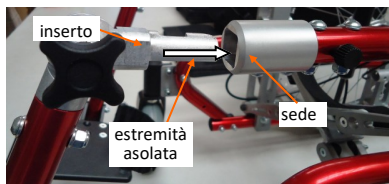

fig.3.1: inserimento tubo poggigamba versione estraibile
- inserire l'estremità asolata dell'inserto del montante del tubo poggigamba nella relativa sede posta sul bordo del tubo del sedile (fig. 3.1) fino a quando non si avvertirà uno scatto ad indicare l'innesto dell'inserto nella sede.